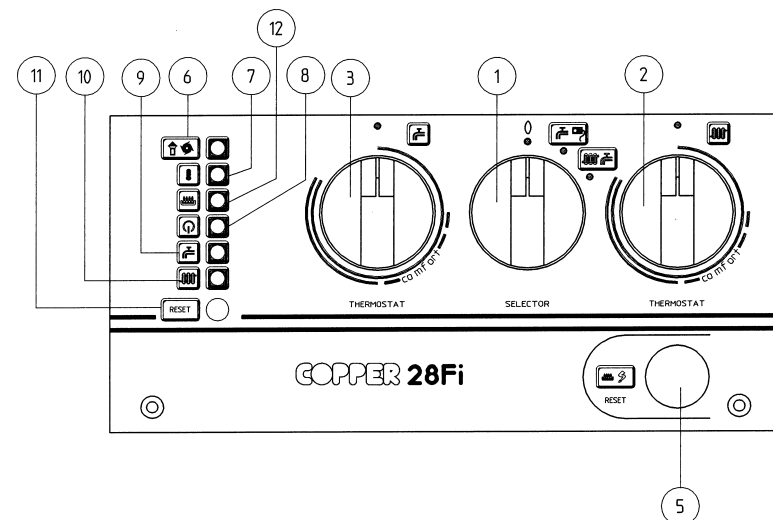

Figura 12
- * aprire il rubinetto gas e ruotare la manopola (1) di figura 12 predisponendo la caldaia in posizione Estate (☀️);